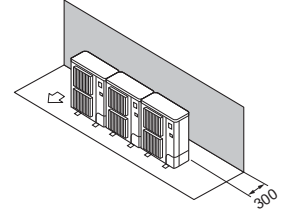

Fig. 3-11
- ① Yalnızca arkadaki engeller (Fig. 3-11)